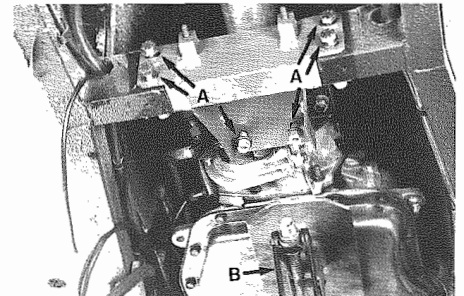

Fig. 54 - A) Viti supporto - B) Martinetto
- Appoggiare il cambio su di un crick e smontare il supporto cambio (**Fig. 54**).
- Place transmission on a jack and remove transmission support (**Fig. 54**).